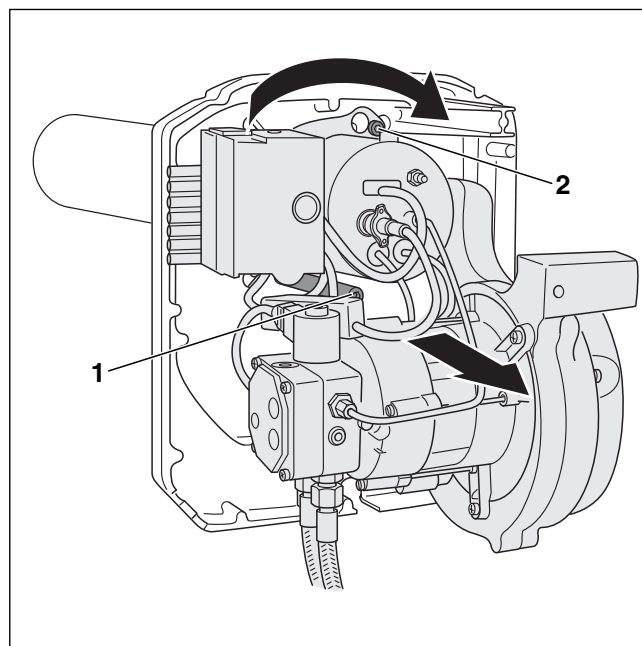

Bild 18 Brennergehäuse demontieren
- ▶ Schrauben der Bajonettbefestigung (→ Bild 18, [1] und [2]) lösen (nicht vollständig herausdrehen) und nach leichter Rechtsdrehung (→ Bild 18) Brenner von der Brennerückwand abnehmen.